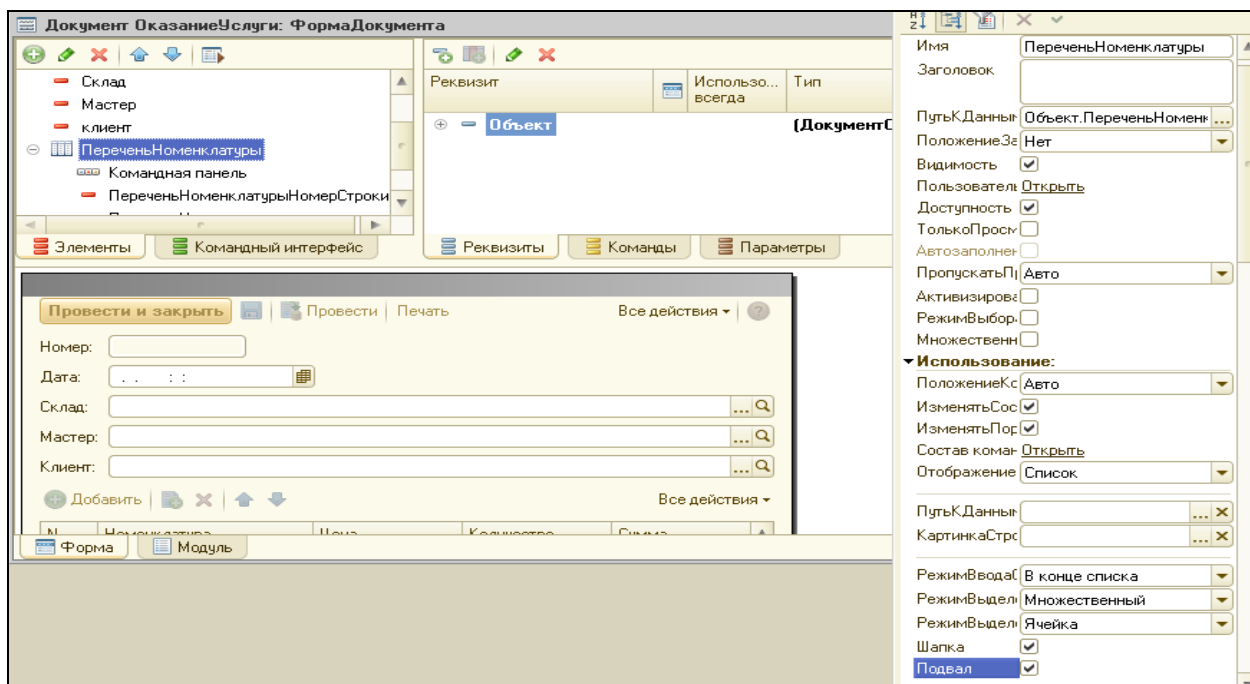

Рисунок 2.28 Редактирование формы документа
2. Двойным щелчком мыши открыть окно свойств табличной части **ПереченьНоменклатуры**. Установить маркер в поле **Подвал** (рис.2.28).